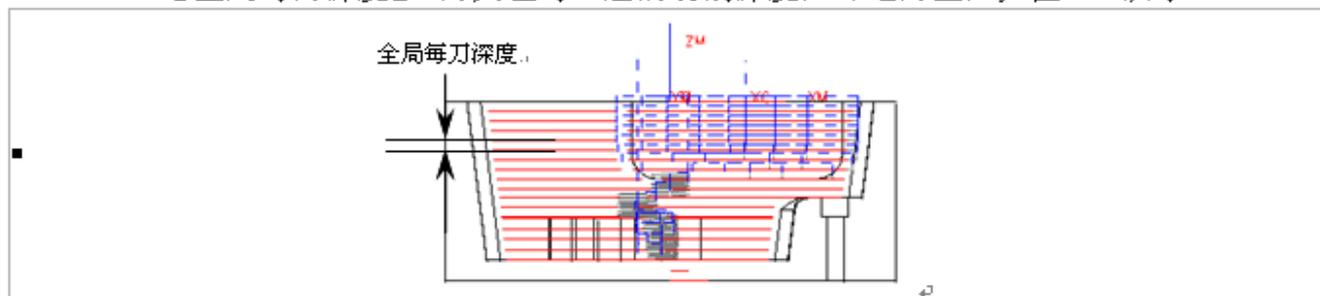

图3-8 全局每刀深度。
4. 【全局每刀深度】: 刀具在每一层的切削深度, 即吃刀量, 如图 3-8 所示。↵